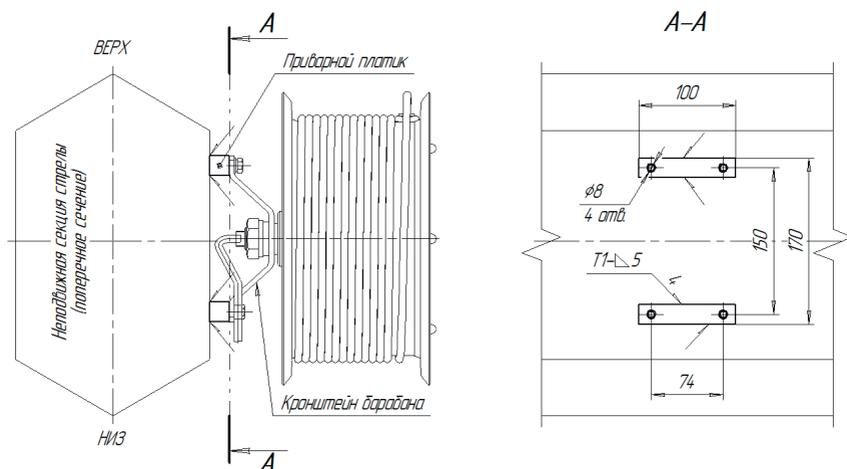

Рис.5 Размещение приварных платиков на стенке стрелы
**Установка приварных платиков.** Если поверхность, на которую запланирована установка, имеет лакокрасочное покрытие, то перед приваркой платиков места под них зачищают от существующего покрытия, затем производят установку платиков при помощи сварки, затем покрытие восстанавливают. Пример размещения на стенке стрелы приварных платиков показан на рис. 5.